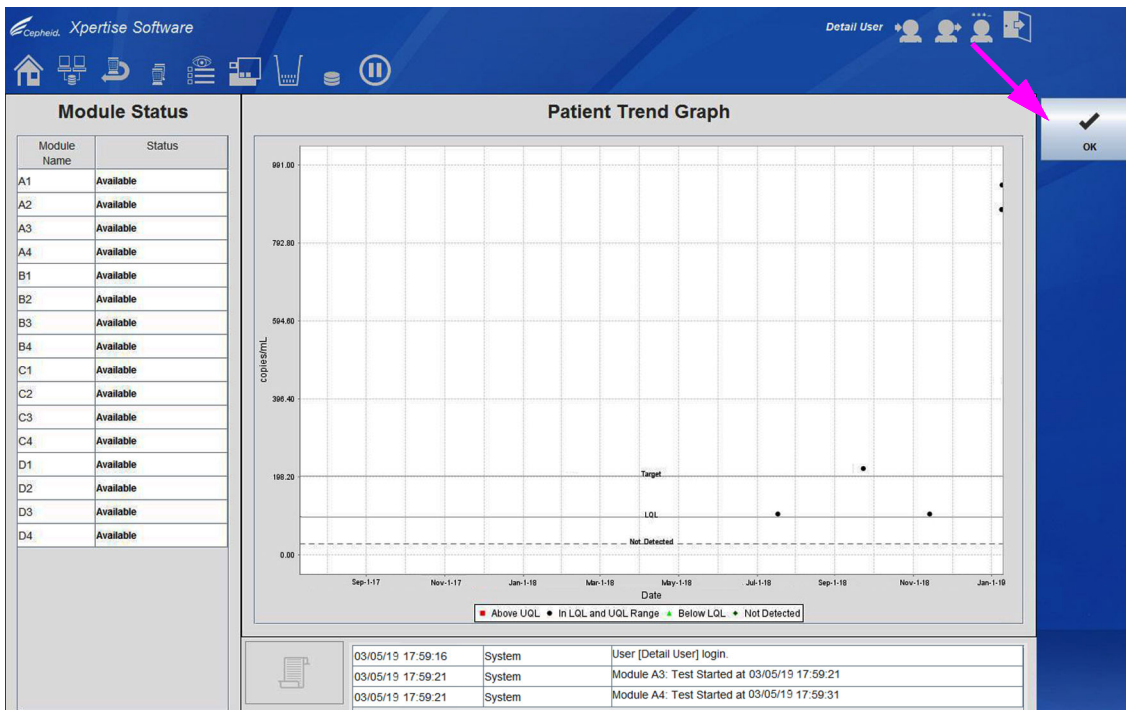

Figura 10-78. Área de trabalho Patient Trend Graph (Gráfico de tendências do paciente)
- **VIEW GRAPH (VER GRÁFICO)** – Abre a área de trabalho Patient Trend Report (Relatório de tendências do paciente) e mostra um gráfico de todos os resultados que cumprem os critérios de seleção para um paciente específico. Os resultados de teste do tipo **ERROR (ERRO)**, **INVALID (INVÁLIDO)** e **NO RESULT (SEM RESULTADO)** são excluídos do gráfico. Ver Figura 10-78. Selecione o botão **OK** depois de ver o gráfico para regressar à área de trabalho Patient Trend Report (Relatório de tendências do paciente).